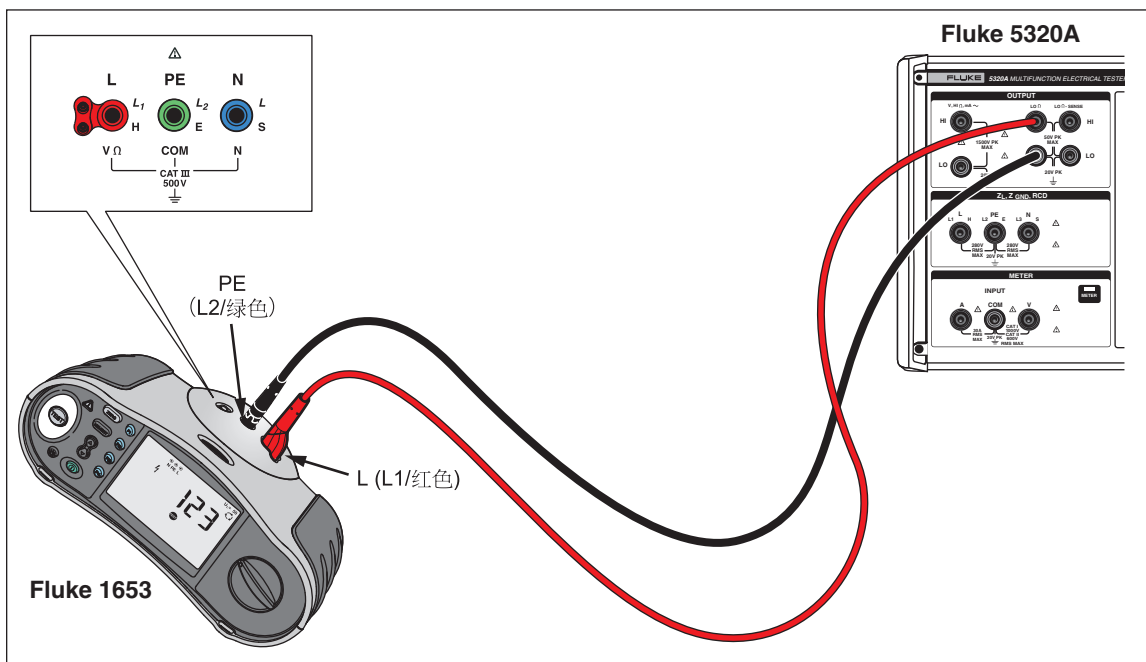

图7-1.电阻校准 UUT 连接
2. 使用图 7-1 作为参考，将 UUT 连接到校准器的 **LO Ω HI** 和 **LO** 端子。